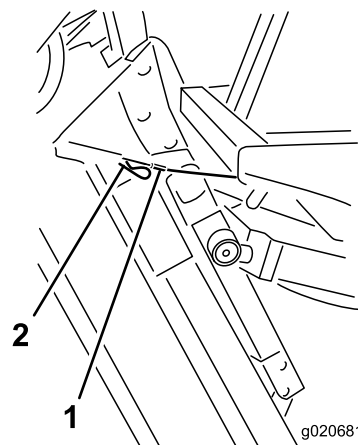

Figure 103
6. Tout en maintenant le plateau à la verticale, placez l'extrémité du câble sur l'axe du bras de levage et fixez-le en position à l'aide de la goupille fendue (Figure 103).